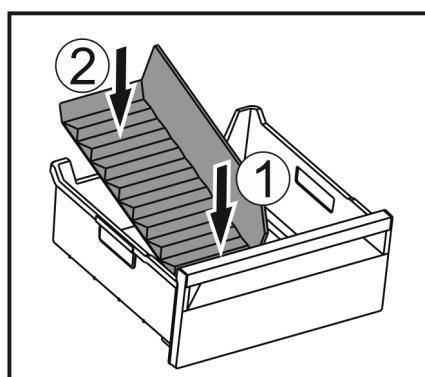

Fig. 154
- Vstavite sprednji del pregrade predala za led. Fig. 154 (1)
- Zadnji del pregrade predala za led spustite do dna predala. Fig. 154 (2)